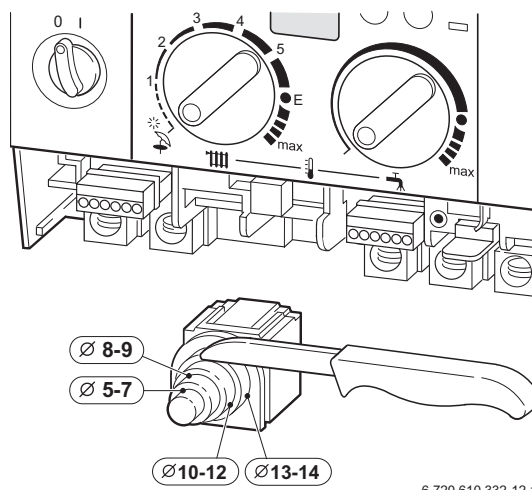

Fig. 13
- ▶ Per conservare la protezione contro gli spruzzi d'acqua (IP): scegliere il foro per il passaggio del cavo elettrico in base al diametro del cavo stesso, Fig. 13.
- Ai fini della protezione elettrica contro eventuali spruzzi d'acqua (IP), la posa del cavo è da eseguirsi mediante apposito passacavo, con foro di diametro corrispondente Fig. 13).